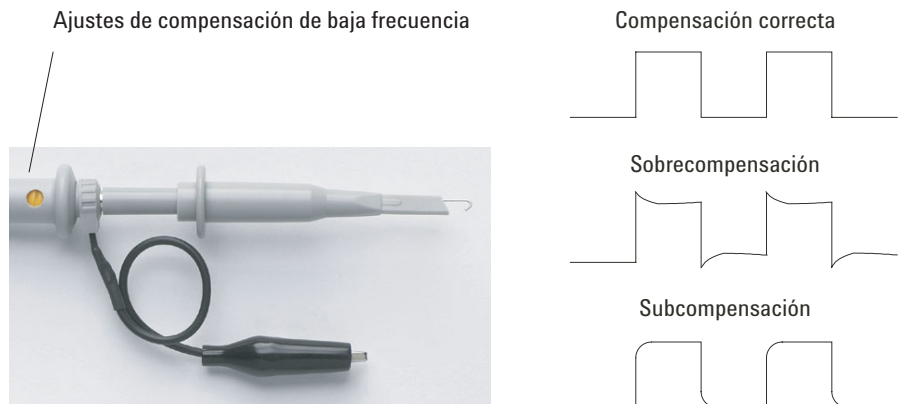

Imagen 4 Compensación de sondas de baja frecuencia
- 4 Si la forma de onda no aparece como la forma de onda bien compensada que se ve en la Imagen 4, utilice una herramienta que no